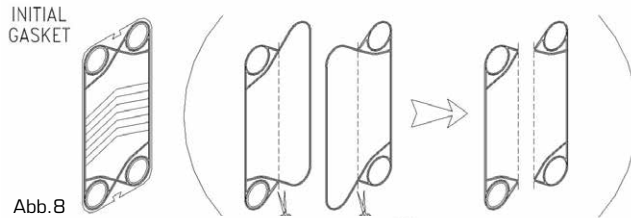

Abb. 8
- Durchtrennen Sie die zwei Dichtungen entlang der vertikalen Achse und verwenden Sie die beiden Hälften, die ein Dichtungsband um das Sammelrohrloch (Abb. 8) legen. Zusammen ergeben sie eine komplette Anfangsdichtung. Die beiden anderen Hälften werden entsorgt.